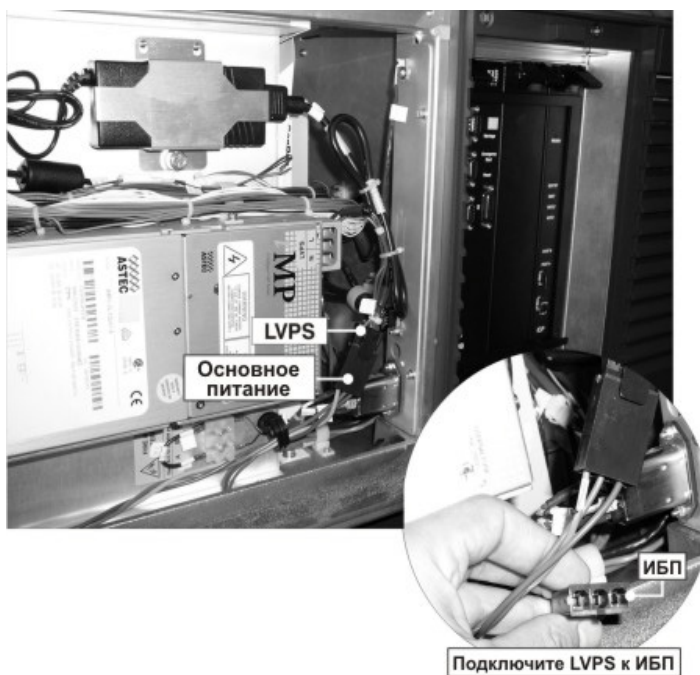

Рис. 2-14
1. Для подключения проектора к ИБП просто отключите вилку низковольтного источника питания из основной розетки и подключите ее к розетке ИБП. Подключите заглушку, снятую с розетки ИБП, к неиспользуемой основной розетке. **Рис. 2-14**